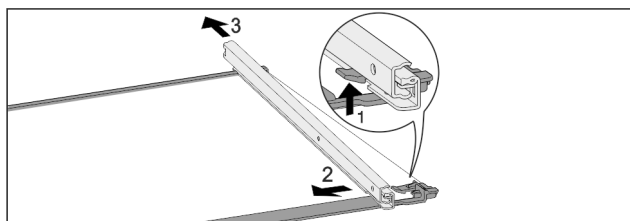

Fig. 40 Стеклопластина с направляющими
- ▶ Отожмите передний стопорный крючок вверх. Fig. 40 (1)
- ▶ Сдвиньте выдвижную направляющую в сторону Fig. 40 (2) и назад Fig. 40 (3).